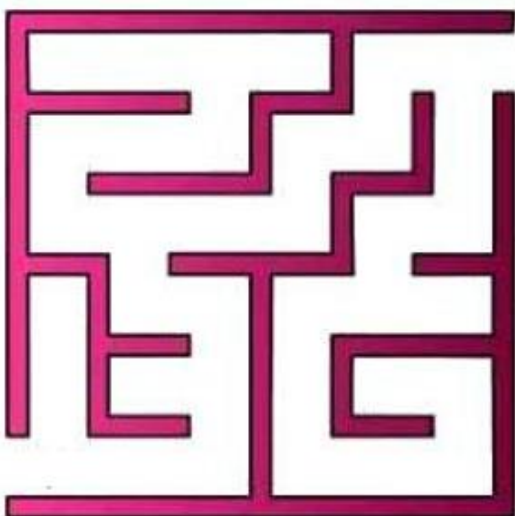

Рисунок 25- Пример лабиринта для МРП
1. Постройте простой лабиринт из книг или подручных материалов для МРП (рисунок 25).